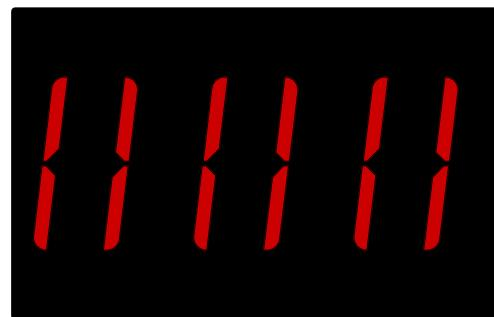

Рисунок 5
5.3 После отображения уровня заряда батарей начинается подготовка изделия к измерению, во время которой происходит прогрев датчика, при этом на дисплее индицируется обратный отсчет цифр, от 180 до 0 (см. рисунок 5).